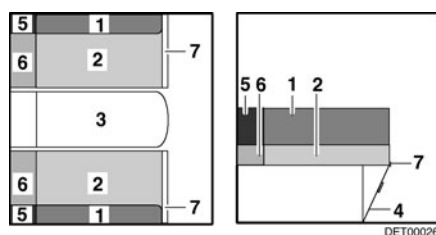

Fig. 76 Después de ampliar
- Abatir la prolongación del banco de asiento (Fig. 76,7) hacia arriba y colocar una cuña con la trampilla (Fig. 76,4).
- Sacar los cojines del respaldo (Fig. 76,1) y los cojines del asiento (Fig. 76,2) sobre la prolongación del banco de asiento.
- Colocar los cojines adicionales (Fig. 76,6) entre los cojines del asiento y la pared exterior.
- Colocar los cojines adicionales (Fig. 76,5) entre los cojines del respaldo y la pared exterior.